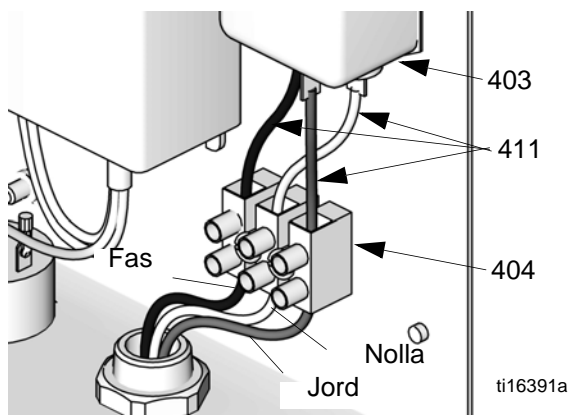

Fig. 5. Elanslutningar på kopplingsplint
10. Anslut strömförsörjningens kabelhållare (411/PS) till brytaren (402), som visas. Se också Kopplingschema. Anslut PS-jordkabeln till den avancerade flödeskontrollmodulens jordanslutning (T).
11. Se FIG. 5. Anslut kabelhållare (411) till ledningsfiltret (403) och till slutblocket (404), som visas. Se också Kopplingschema.